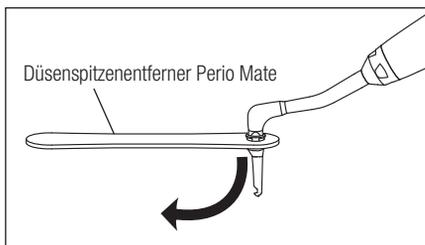

Abb. 7
- 5) Nehmen Sie die Düsen Spitze nach der Behandlung mit dem Düsen Spitzenentferner vom Handstück des Perio Mate ab und entsorgen Sie sie. (Abb. 7)